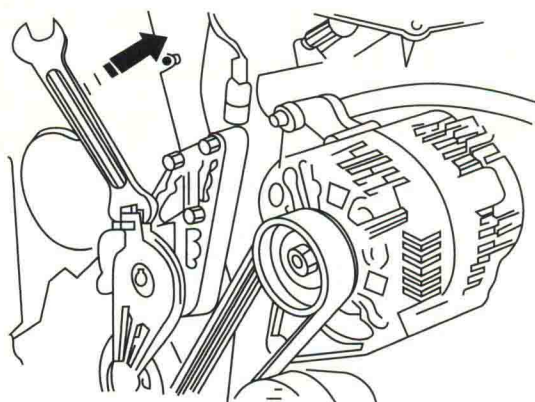

图 1-1-10 用专用工具扳动张紧轮
(1) 松开空调压缩机与支架的连接螺栓，取下传动带。拆下传动带前做好转动方向标记，装复使用时应按原方向装回，以免损坏传动带。
(2) 移开空调压缩机并用绳子将其固定在副梁上。不要让空调软管承受空调压缩机重力，以防拉坏软管。
(3) 使用扳手顺时针方向扳动张紧轮（图 1-1-10）。
(4) 从发动机上取下传动带，从张紧轮上取下销钉。
(5) 松开动力转向液压泵传动带轮的螺栓，取下传动带轮。
(6) 从支架上拆下动力转向液压泵，并将其固定在发动机舱内一侧。
(7) 旋下进排气歧管的连接螺栓。
(8) 旋下所有发动机与车身的固定螺栓。
(9) 从变速器壳体上拆下起动机。
(10) 用变速器托架托住变速器底部，旋下发动机与变速器的固定螺栓，留一只螺栓固定。使用小吊车和发动机吊架吊住发动机的吊耳。松开变速器上的最后一只螺栓，吊出发动